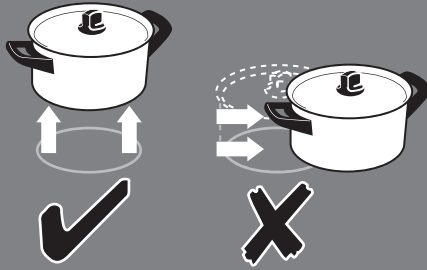

Fig. 1.5
- Prenez soin de **NE PAS POSER LES COUVERCLES CHAUDS** à la surface de la plaque (**Fig. 1.5**). Les couvercles utilisés sur un récipient chaud peuvent « coller » ou créer un effet de « vide » sur la plaque en verre. Si cela se produit, **NE TENTEZ PAS** de soulever le couvercle de la surface en verre car vous pourriez abîmer la plaque. Faites plutôt glisser le couvercle jusqu'au bord de la plaque avant de le soulever, en prenant soin de ne pas rayer la surface en verre. Ou bien attendez que le couvercle refroidisse et que le vide disparaisse, puis retirez le couvercle en le soulevant de la plaque.